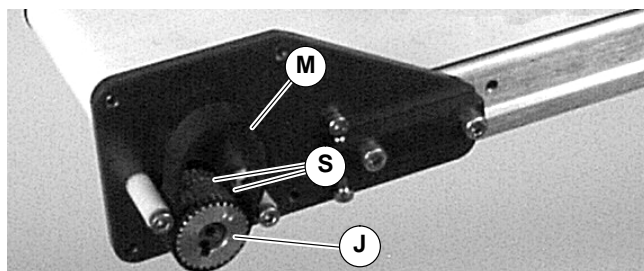

Abbildung 12
4. Alten Zahnriemen (M siehe Abbildung 12) abnehmen.